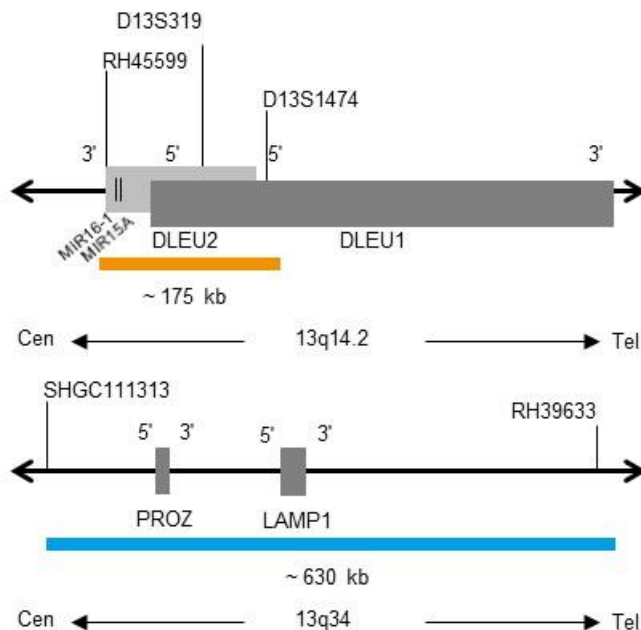

Fig. 1: En haut : Carte de la sonde SPEC D13S319 ; En bas : Carte de la sonde 13q34 (pas à l'échelle)
- Polynucléotides marqués au ZyOrange (excitation 547 nm/émission 572 nm) (~4.5 ng/μl), qui ciblent des séquences en 7q22.1* (chr7:101,270,255-101,934,924) hébergeant le locus D13S319 (voir figure 1).
- Polynucléotides marqués au ZyBlue (excitation 418 nm/émission 467 nm) (~37.0 ng/μl), qui ciblent des séquences en 13q34* (chr13:113,691,216-114,323,467) hébergeant la région génétique Lamp1 (voir figure 1).